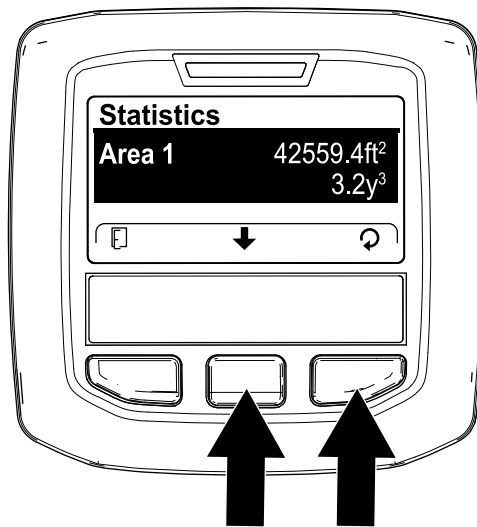

图 106
1. 在 STATISTICS统计屏幕上按中间 InfoCenter 信息中心按钮直至 AREA 1区域 1选项被选定 图 106。